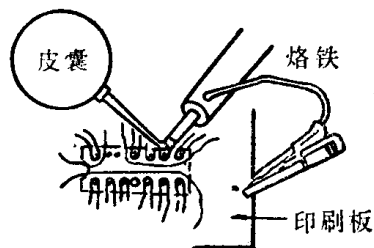

图1—2 用皮囊针管吸焊锡
2. 用一个带有皮囊的针管对准用烙铁熔化了焊锡的集成块脚,如图1—2所示。用气吹(或吸)走已熔化的焊锡,这样就可使集成块的脚与印制板脱开。注意不要让吹散的焊锡短路其它部位。